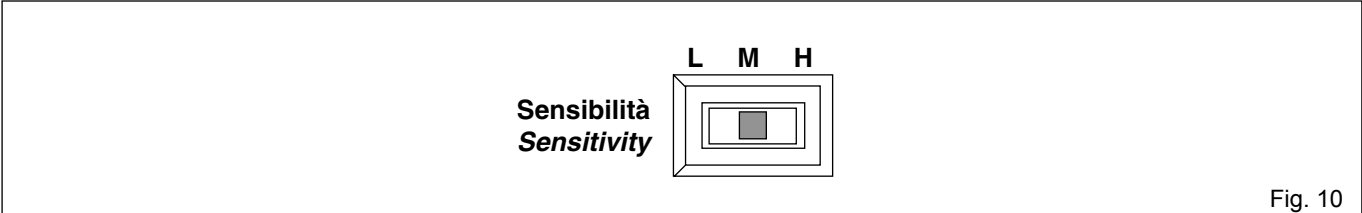

Fig. 10
4.6 (Fig. 10) Regolazione sensibilità:
4.6 (Fig. 10) Sensitivity adjustment: